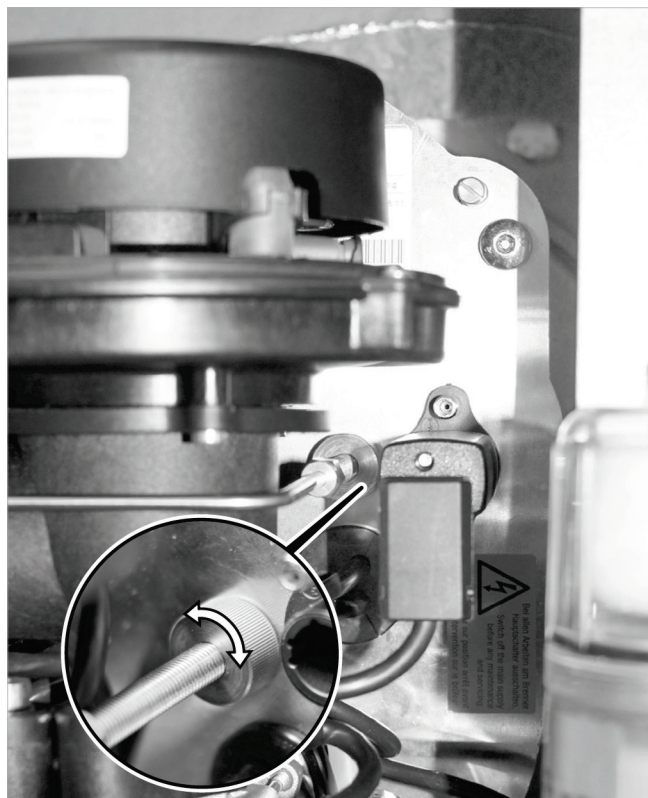

Fig. 151 : écrou moleté (raccord conduite de fioul / porte-vent)
- Tournez l'écrou moleté du porte-vent (cf. → fig. 151, p. 64) d'env. 2 tours dans le sens contraire des aiguilles d'une montre (le porte-vent est tiré « vers l'arrière »).